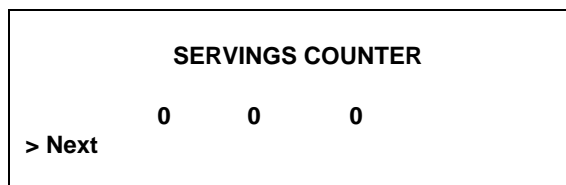

图 16
**SERVINGS COUNTER**（出杯计数器）屏用来将出杯计数器复位到零。（注意：当用刷子清洗机器之后，出杯计数器将自动复位到零。）（见图 16）